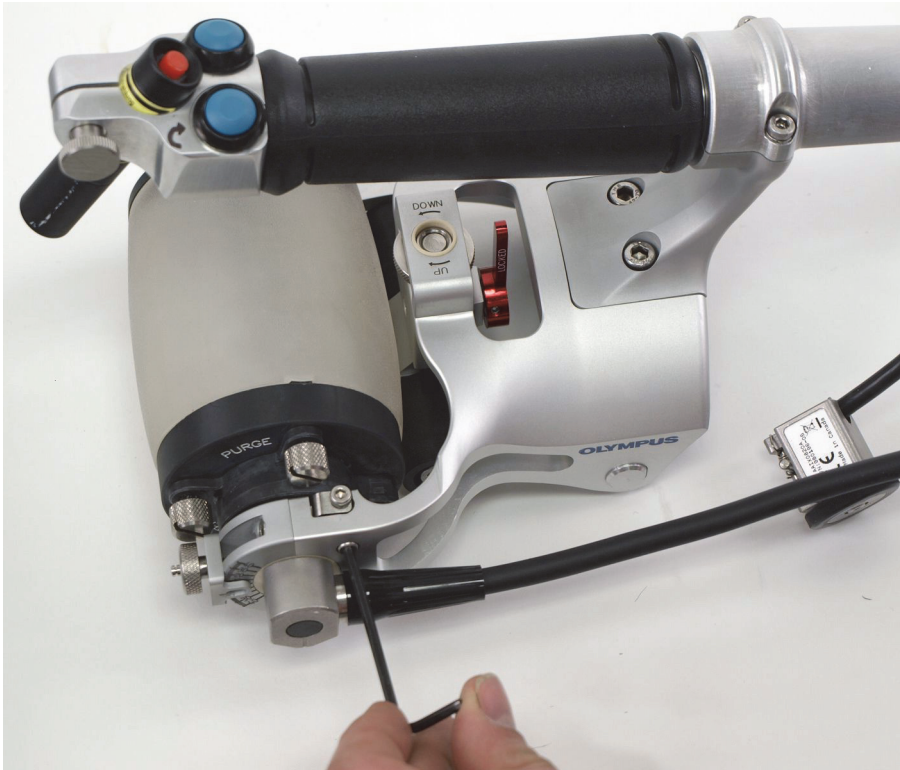

Figura 6-39 Soltar o parafuso do suporte do codificador alternativo
8. Somente para o modelo não XL, afrouxe o parafuso de retenção do suporte do codificador alternativo, que está localizado na montagem da roda acústica na lateral do cabo da sonda (Figura 6-39 na página 120).